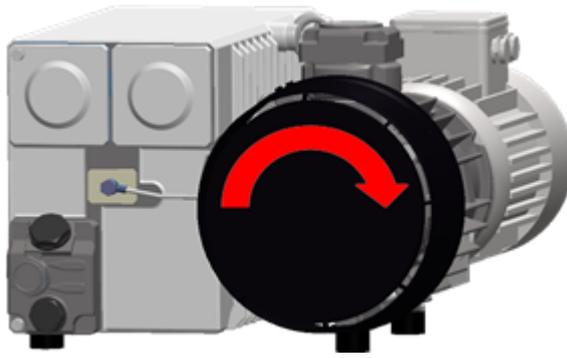

Abbildung 6: Rotationsrichtung der Vakuumpumpe
4. Prüfen Sie die korrekte Rotationsrichtung der Pumpe des Dreiphasenmodells. Vgl. *Abbildung 6: Rotationsrichtung der Vakuumpumpe* auf Seite 31.